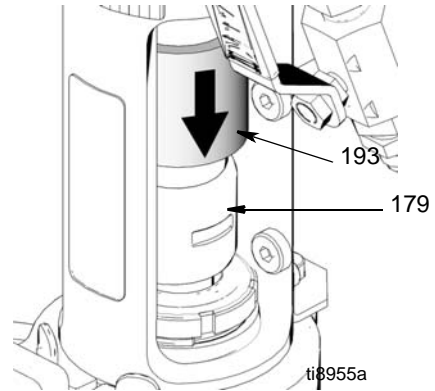

图 25
6. (图 25) 将耦合器盖 (193) 向下推盖住连杆耦合器 (179)。